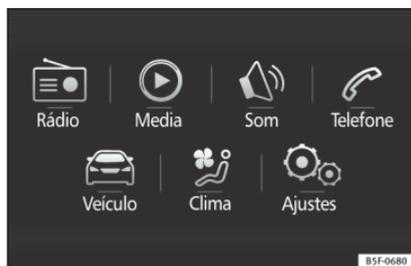

Fig. 35 Ver localização na pág. 7-8
- Pressione a tecla **MENU** do sistema e, posteriormente, o botão **CAR** » » Fig. 35, ou a tecla **CAR** do sistema, para ir para o menu **CAR** » » Fig. 36.